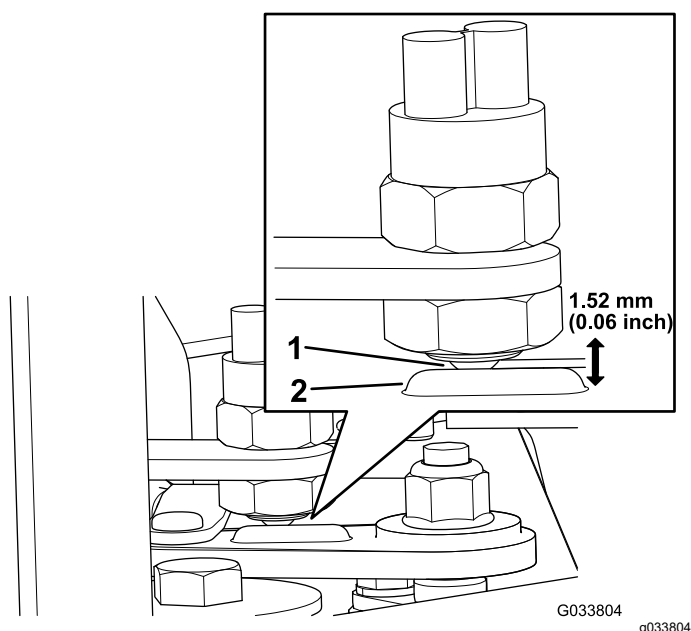

Figure 5
2. Assurez-vous que le commutateur sphérique est bien devant le renflement sur le levier sélecteur (Figure 5).
3. Réglez la profondeur du commutateur sphérique de sorte à obtenir un jeu de 1,52 mm entre le renflement du levier sélecteur et la face du commutateur (Figure 5).